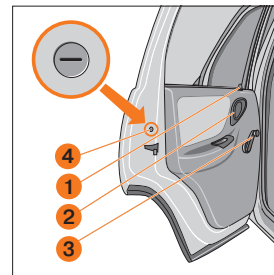

Рис. 9. Задняя дверь
**Задние двери** блокируются изнутри салона нажатием на кнопку **1** блокировки замка, как при открытой, так и при закрытой двери (рис. 9).
Для опускания и подъема стекла задних дверей используются механические стеклоподъемники, которые приводятся в действие рукояткой **3** (рис. 9). Стекло задней двери опускается не полностью.
Если на заднем сиденье находятся дети, рекомендуется ключом зажигания повернуть шлиц защелки **4** на 90° (рис. 9).